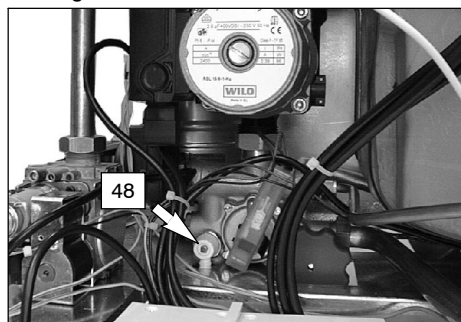

fig. 9.5
- 4 Allentare il rubinetto di svuotamento caldaia 48 in fig. 9.5
- 5 Allentare il raccordo di sfiato del serpentino bollitore 31 in fig. 9.5